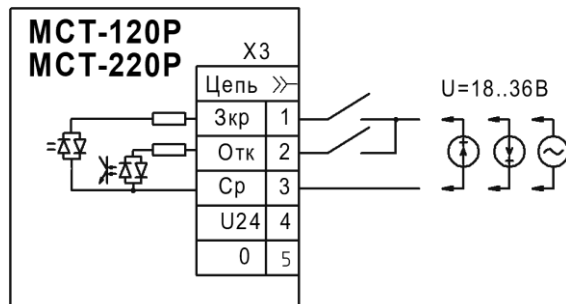

Рисунок 3 - Варианты управления дискретными входами
1.5.7 Входы являются двунаправленными, поэтому управление может осуществляться подачей на входы положительного или отрицательного напряжения (см. рисунок 3).
1.6.3 Входы «Зкр» и «Отк» являются двунаправленными и допускают подачу напряжения любой полярности (рис.3).